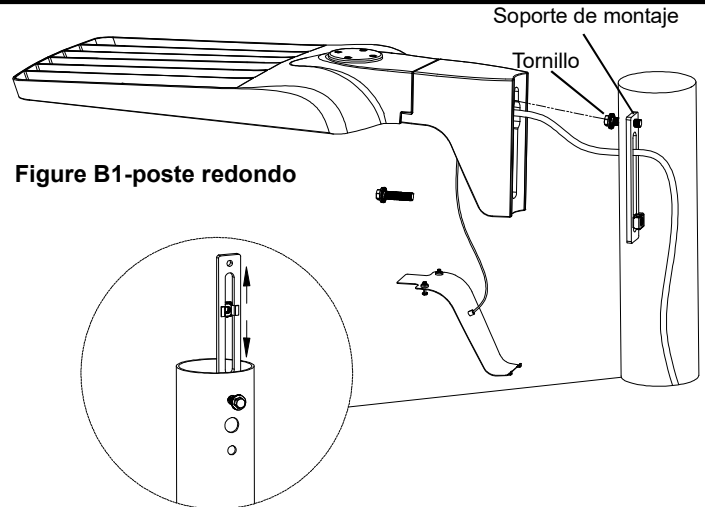

Figure B1-poste redondo
- Coloque el soporte de montaje dentro del poste e inserte un tornillo de 3/8" a través del orificio superior del poste y enrósquelo en el orificio superior del soporte de montaje. Consulte la Figura B1.